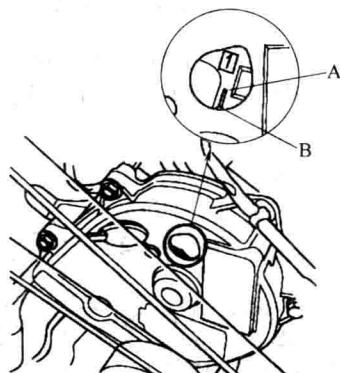

图 1-1-2 上止点标记 A 与指针 B 对齐
2. 检查凸轮轴皮带轮上的 1 缸上止点标记 A 是否与正时皮带前罩上的指针 B 对齐（图 1-1-2）。